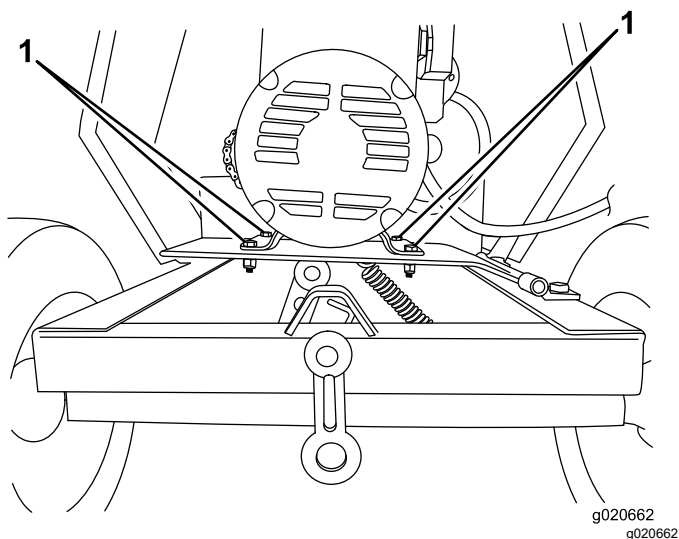

**Figura 34**
2. Mida la holgura entre la chapa del motor y el rodillo del embrague (Figura 34).